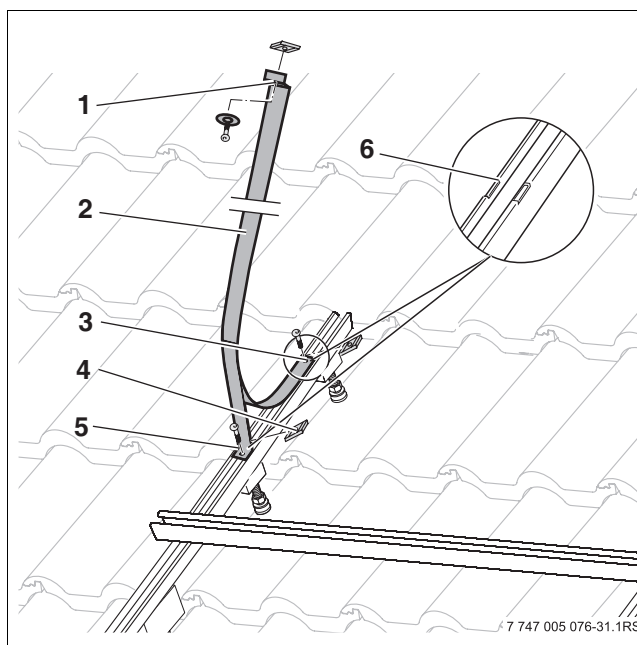

Bild 52 Speicherband befestigen
- Schraube in das vordere Ende des Speicherbands (Bild 52, [3]) einstecken und Nutenstein [4] locker aufschrauben, bis ein leichter Widerstand spürbar wird.
- Schraube in den Stützwinkel-Speicherband (Bild 52, [5]) einstecken und Nutenstein locker aufschrauben, bis ein leichter Widerstand spürbar wird.
- Vordere Ende Speicherband (Bild 52, [3]) in die Aufnahmekerbe [6] legen und Schraube anziehen.
- Den Stützwinkel-Speicherband (Bild 52, [5]) in die zweite Aufnahmekerbe legen und Schraube anziehen.
- Hinteres Ende Speicherband (Bild 52, [1]) mit Schraube, Unterlegscheibe und Nutenstein versehen. Dieses Ende noch nicht anschrauben!